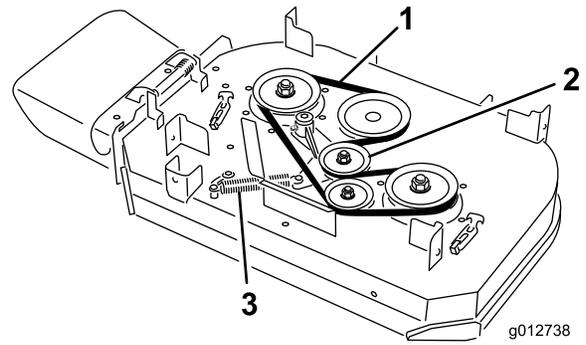

図 63
4. アイドラプーリのアームについているアンカーポストからスプリングを取り外す (図 63)。
5. ベルトを取り外す (図 63)。
6. デッキ・プーリとアイドル・プーリに新しいベルトを掛け回す (図 63)。
7. アイドラプーリのアームについているアンカーポストにスプリングを取り付ける (図 63)。
5. アイドラプーリのアームについているアンカーポストからスプリングを取り外す (図 63)。
6. ベルトを取り外す (図 63)。
7. デッキ・プーリ、クラッチプーリ、およびアイドル・プーリに新しいベルトを掛け回す (図 63)。
8. アンカーポストにスプリングを取り付ける (図 63)。